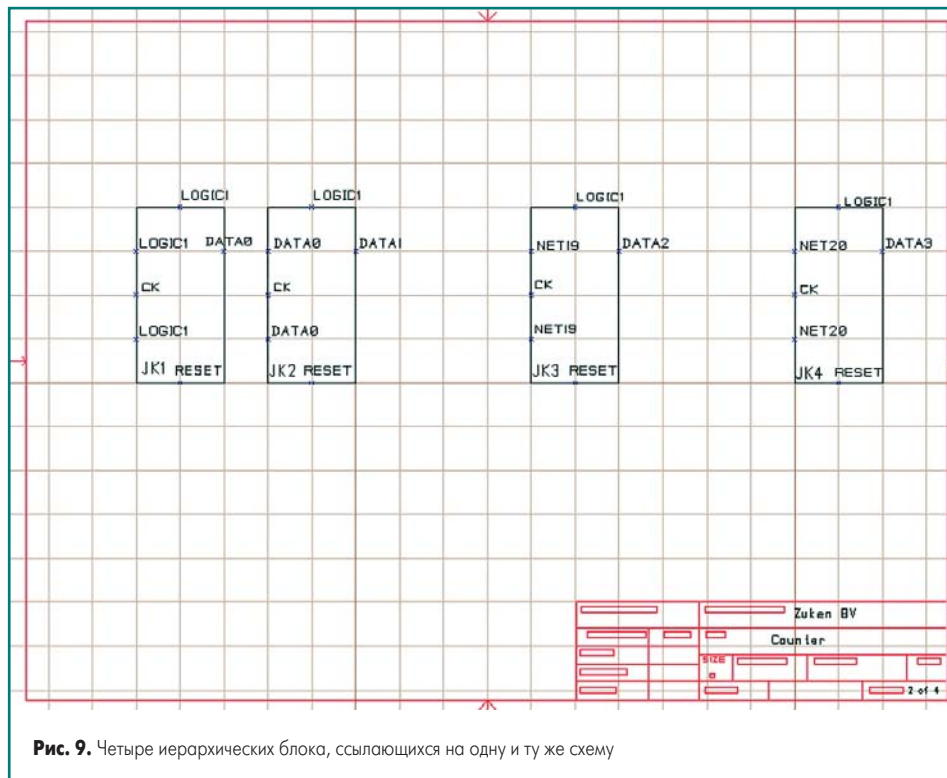

Рис. 9. Четыре иерархических блока, ссылающихся на одну и ту же схему
Теперь нам следует выполнить прорисовку схемы на листе Counter, которая будет содержать четыре одинаковых иерархических блока, ссылающихся на одну и ту же схему (рис. 9).
на рис. 9, каждый раз подтверждая копирование подчиненной схемы.
Теперь мы перейдем к изменению существующих имен сигналов, для того чтобы привести их в соответствие со схемой, показанной на рис. 9.
Как следует из рис. 9, имя еще одного вывода блока JK2 должно быть изменено на DATA0.
12. Аналогичным образом присвоим имена NET19 и NET20 выводам, как показано на рис. 9.